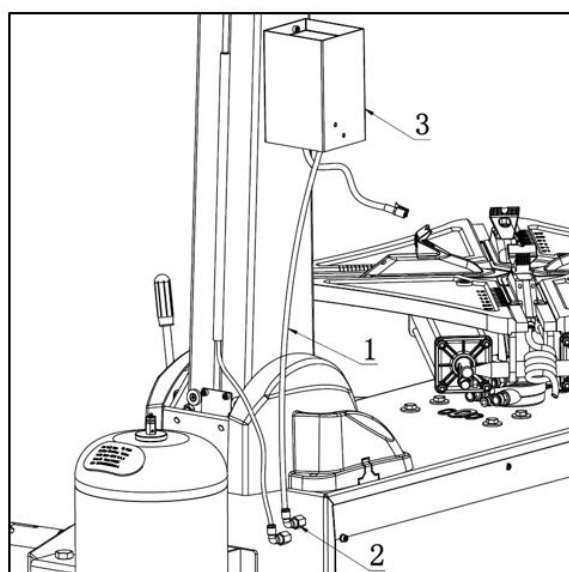

FIG16
- Installer trykmåleren (FIG16-3): fastgør den i monteringshullet på siden af søjlen med to stk. M6 skruer. Tilslut derefter ø8-slangen (FIG16-1) fra trykmåleren til albuebeslaget (FIG16-2) bag på maskinkroppen (FIG16).